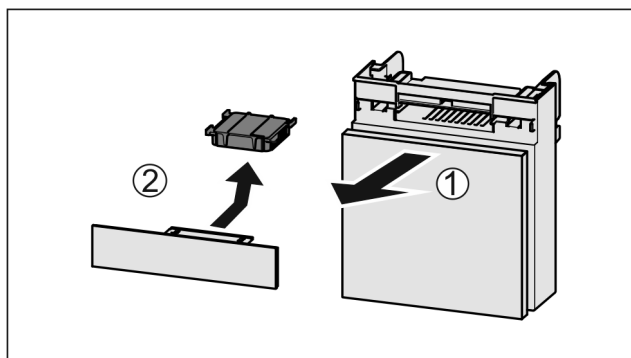

Fig. 181
- Zásuvku vytáhněte dopředu Fig. 181 (1).
- Filtr s aktivním uhlím vyjměte Fig. 181 (2).